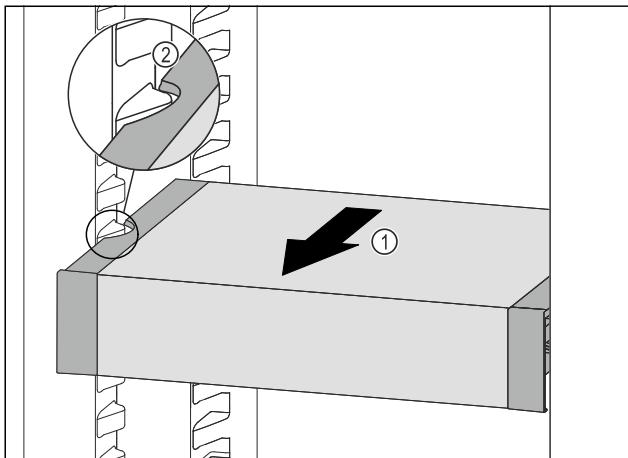

Fig. 102
- ▶ Издеглете VarioSafe напред Fig. 102 (1), докато страничните прорези на VarioSafe се намират на височината на реброто на съда в хладилната част. Fig. 102 (2)